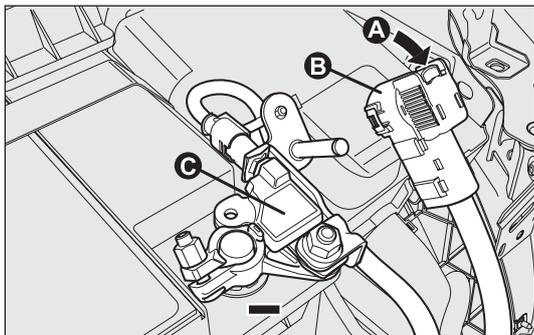

fig. 114
- appuyer sur le bouton A-fig. 114 pour débrancher le connecteur B du capteur C de contrôle de l'état de la batterie (ce dernier situé sur le pôle négatif de la batterie).